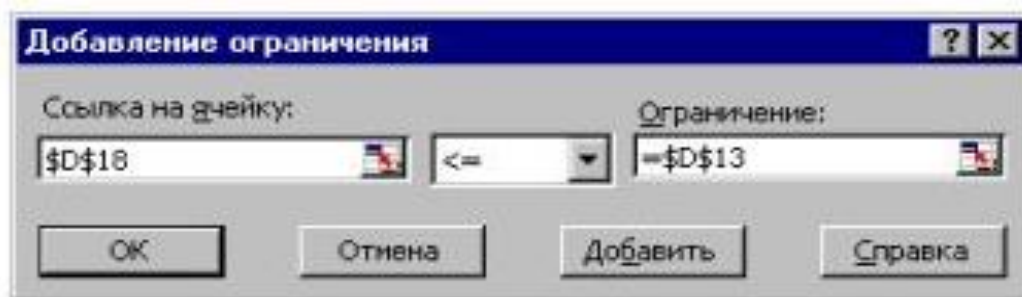

Рис. 7.
29. Селектируйте ячейку D13 и убедитесь, что окно диалога команды «Добавление ограничения» имеет вид, показанный на рис. 7.